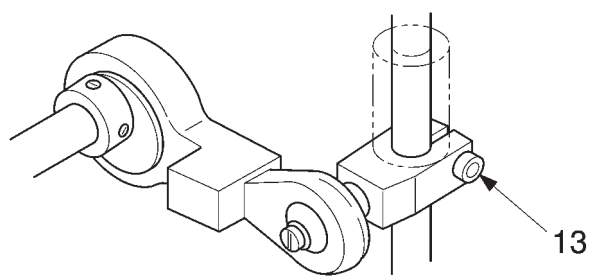

Рис. 31
- Слегка ослабьте крепежные винты 13 (рис. 31).